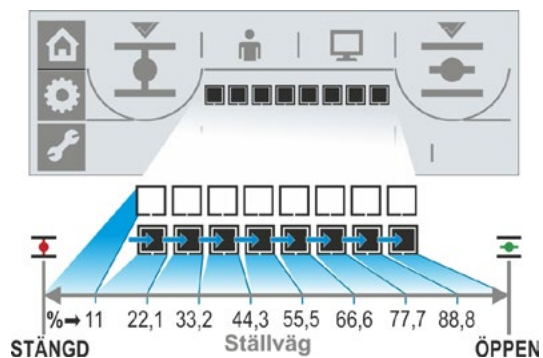

Bild 2: Positionsindikator
- 10 Positionsindikering: de svarta rektanglarna (segmenten) indikerar hur långt ställdonet har körts i riktning mot positionen ÖPPEN. Varje segment motsvarar här en sträcka på ca 11 % av vägen. Se även bild 2 bredvid.